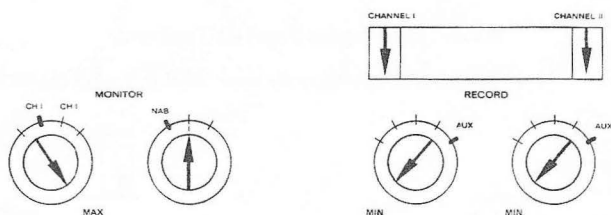

Bild 6.4.–59
- Bedienungselemente nach Bild 6.4.–59 einstellen.